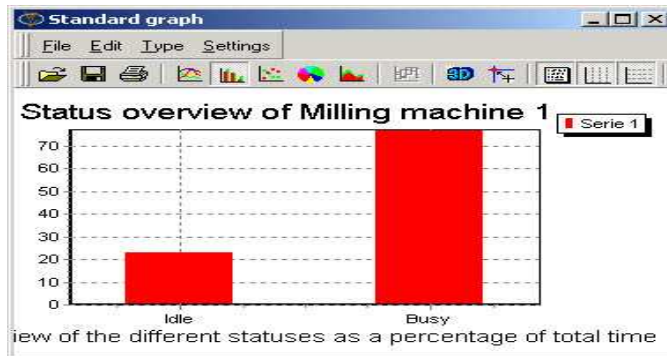

Figure 5-12 : Status Bar
- Status Bar. L'option Status Bar permet également d'afficher le statut de l'atome mais, dans ce cas-ci, sous la forme d'un graphique à barres. Voir figure 5-12.